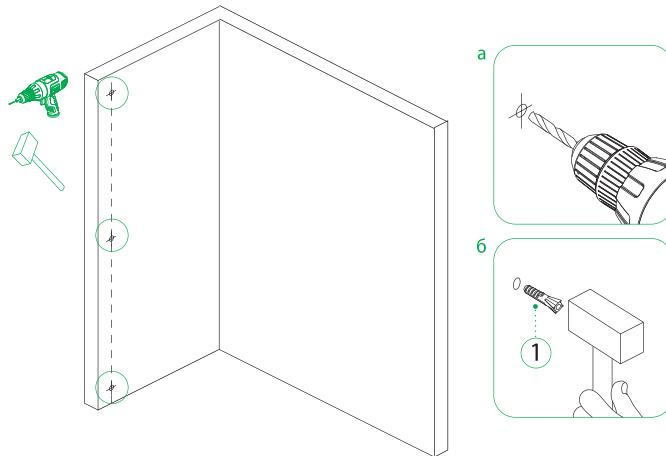

Рис. 6/б-сур.
3. Просверлите отверстия (рис. 6-а), вставьте дюбели (рис. 6-б).